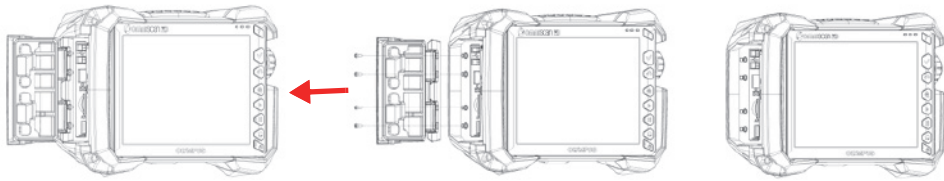

Figura 2-9 Extracción de la tapa del compartimento
1. Abra la tapa del compartimento que se halla en el panel lateral izquierdo del OmniScan X3 y, con un destornillador Phillips, desatornille los cuatro tornillos para retirar dicha tapa (ver Figura 2-9 en la página 38).